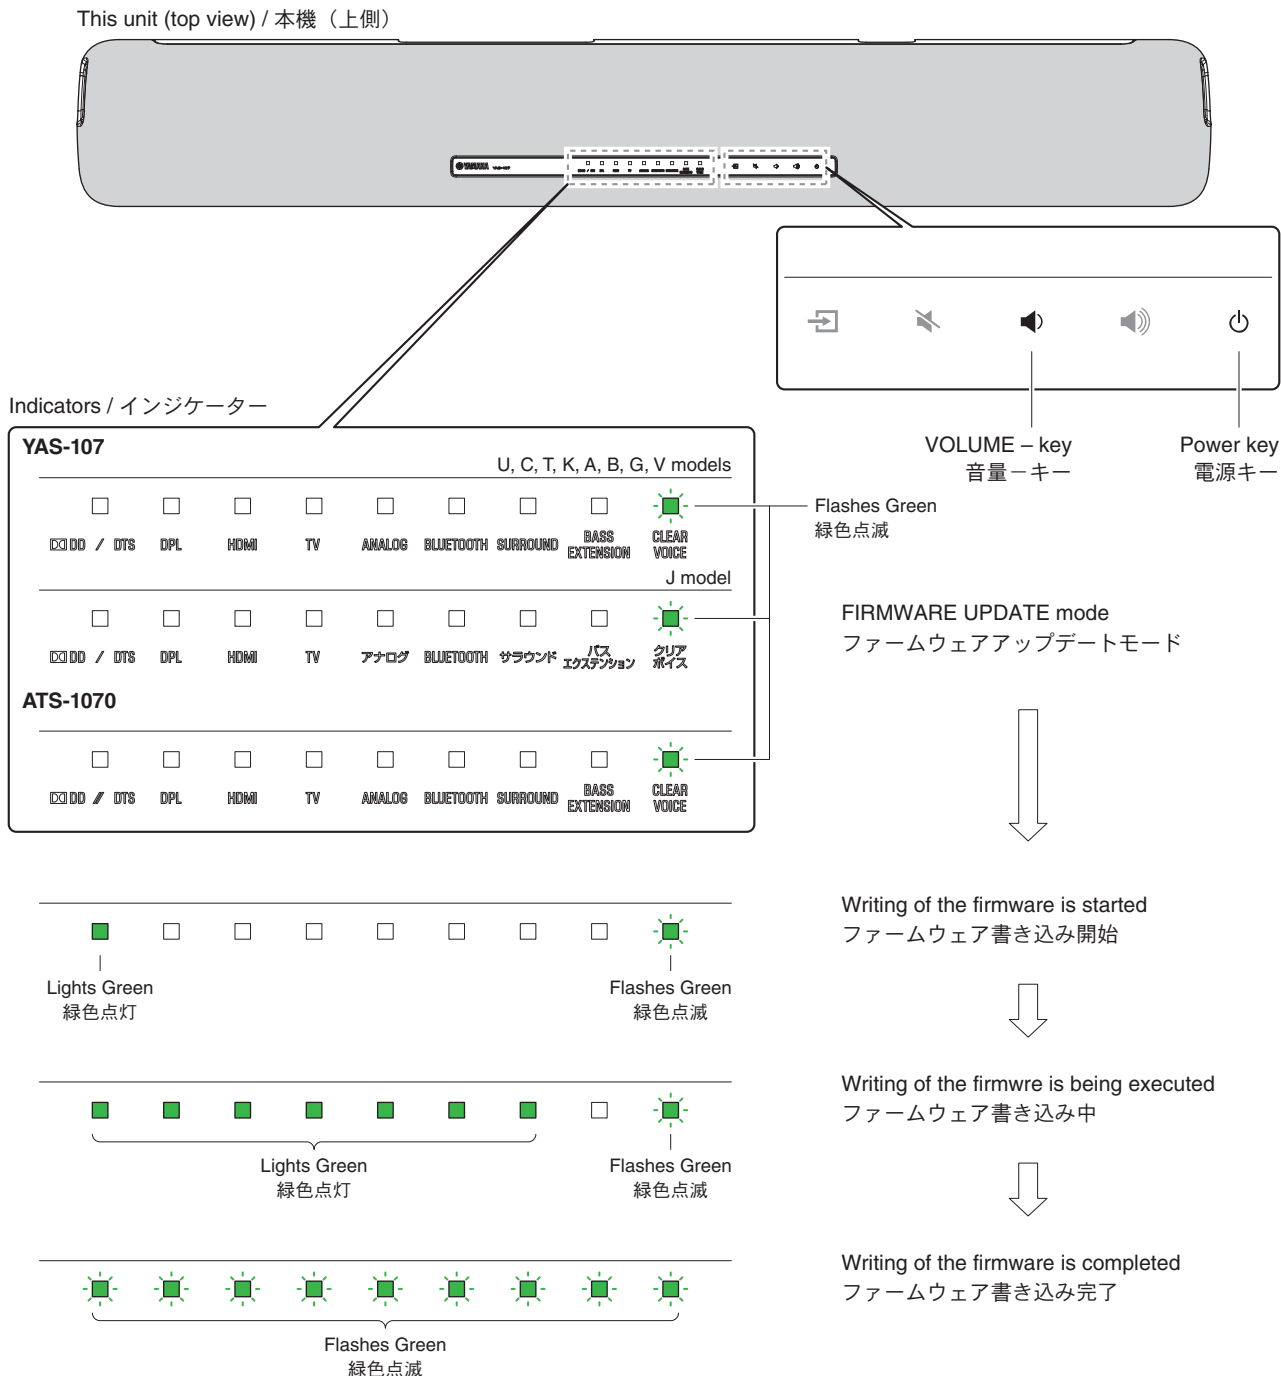

Fig. 2
2. Turn off the power of this unit. (Fig. 2)
3. Keep touching the “” (volume -) and “” (power) keys until the clear voice indicator flashes. (Fig. 2)
2. 本機の電源をオフにします。(Fig. 2)
3. “” (音量-) と “” (電源) キーをクリアボイスインジケータが点滅するまでタッチし続けます。(Fig. 2)
5. When writing of the firmware is completed, all indicators flash. (Fig. 2)
6. Touch the "⏻" (power) key to turn off the power. (Fig. 2)
7. Remove the USB storage device from the UPDATE ONLY jack. (Fig. 2)
5. ファームウェアの書き込みが完了すると、全てのインジケータが点滅します。(Fig. 2)
6. "⏻" (電源) キーをタッチして電源を切ります。(Fig. 2)
7. アップデート専用端子から USB フラッシュメモリーを抜きます。(Fig. 2)